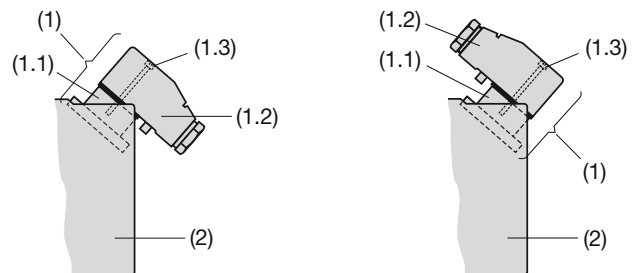

Bild 1. Rückenteil (2) mit Steckverbinder (1).
Der **Steckverbinder** (1) besteht aus dem Stecker (1.1), der am Rückenteil (2) des Messumformers befestigt ist, und der abziehbaren Leitungsdose (1.2), die den Leitungsabgang (Verschraubung PG 11) und 7 Schraubklemmen (für Drahtquerschnitte bis max. 1 mm2) umfasst. Der Stecker kann so montiert werden, dass die Dose mit dem Leitungsabgang nach hinten (Bild 1, links) oder nach vorn (Bild 1, rechts) gerichtet ist.